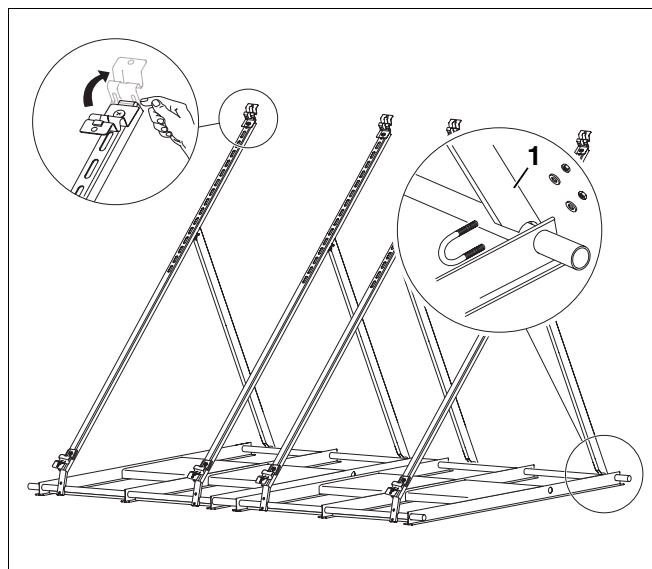

Fig. 25 Atornillar los apoyos del colector
- ▶ Coloque los apoyos del colector (fig. 25, **pos. 1**) sobre los tubos.
- ▶ Monte los soportes del colector de manera que el canto del soporte quede a ras del perfil guía. A ser posible, controle con el dedo el nivel (fig. 25). Los soportes de los colectores no deben sobresalir en ningún caso.